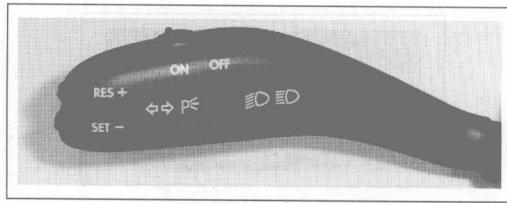

图 1-15 巡航控制(CC)开关
(2) 换挡模式选择开关
① 经济模式(ECONOMY)：当车辆在城市道路行驶时，接通经济模式，其换挡规律应能使发动机转速经常处于经济转速范围，从而提高燃油经济性。
② 动力模式(POWER)：当车辆上坡、在山路上行驶或希望发动机在高转速下工作时，可选择动力模式，此时车辆加速能力很强。
③ 标准模式(NORMAL)：另外有些车辆设定的模式分别是 MANUAL、ECONOMY、POWER 或 POWER、COMFORT、AUTO 及 SNOW 等。其中 MANUAL 为手动换挡模式，在雨雪、泥泞路面或湿滑路面起步，并要求换挡固定的情况下使用手动换挡模式。COMFORT 为舒适换挡模式，这个模式相当于 ECONOMY 模式。当节气门迅速打开时，换挡模式会自动转换到 POWER 模式。当节气门开度小于 1/8 时，又由 POWER 模式自动转换为 ECONOMY 模式。AUTO 为自动模式，它是介于舒适和动力模式之间的一种模式。SNOW 为雪地模式，当车辆在冰雪路面行驶时，选择雪地模式以防驱动轮打滑。
(3) 巡航控制(CC)开关 巡航控制开关一般安装在转向柱或仪表板上，巡航控制系统自动控制汽车以稳定车速持续行驶，使驾驶操作简便、节省燃油。当驾驶者关闭巡航控制开关或使用制动时，巡航控制随即解除，如图 1-15 所示为巡航控制(CC)开关。